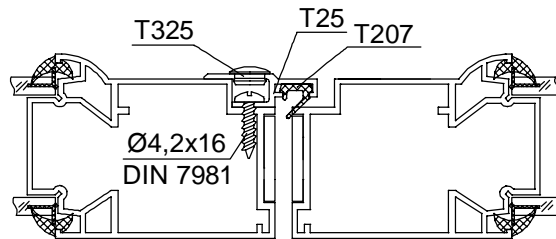

Рис. 6.4.2
4. Закрепить профиль-накладку самонарезающими винтами $\varnothing 4,2 \times 16$ DIN 7981, отверстия $\varnothing 8,5$ мм закрыть заглушками Т325 (см. рис. 6.4.2).
5. В паз профиля-накладки установить уплотнитель Т207, как показано на рис. 6.4.2.